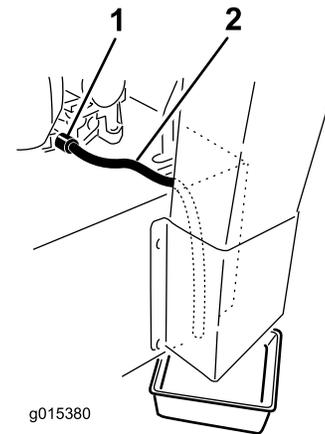

Figure 37
5. Placez un bac sous le flexible de vidange. Tournez le robinet de vidange pour permettre à l'huile de s'écouler (Figure 37).